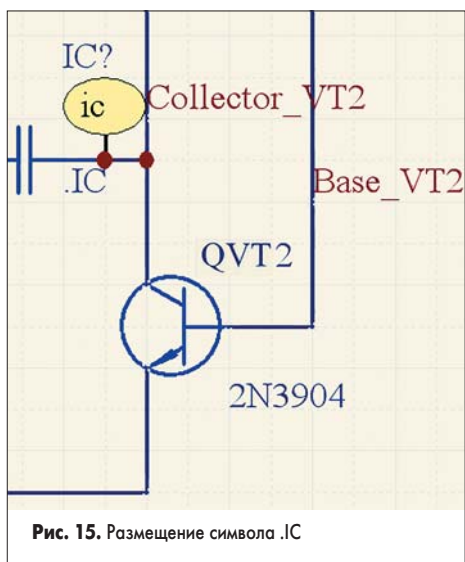

Рис. 15. Размещение символа .IC
12. Переместим указатель мыши таким образом, чтобы единственный вывод символа .IC касался цепи коллектора транзистора QVT2, и щелкнем левой кнопкой мыши. Компонент окажется размещенным на схеме (рис. 15), а система предложит разместить следующий символ.